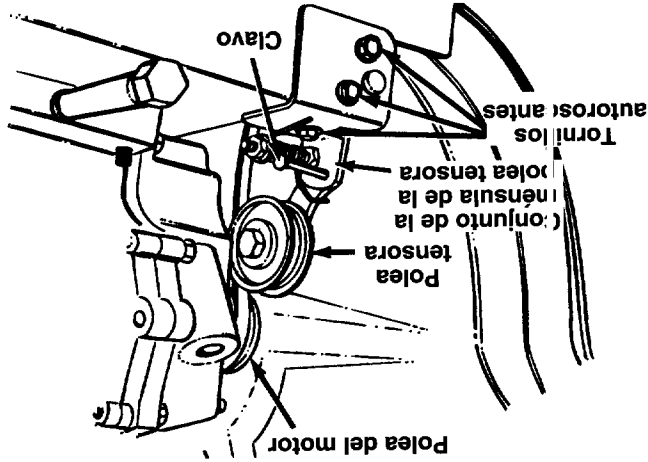

FIGURA 26.
- Retire la mensula de la polea tensora como sigue: Vea la figura 26.
- Retire el perno hexagonal y la arandela de seguridad de la polea del motor. Vea la figura 26. Deslice la polea del motor fuera del eje del motor, y retire la correa de la polea.